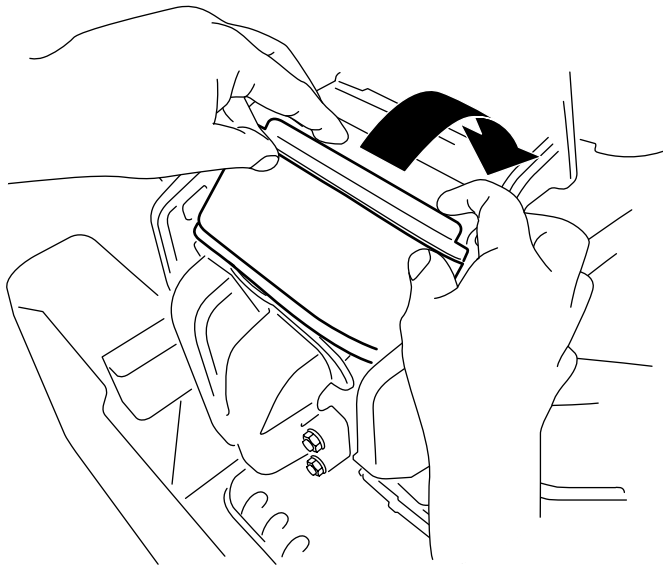

Figura 33
3. Introduzca el filtro en la cámara, girándolo para asentarlos correctamente contra el colector (Figura 33).